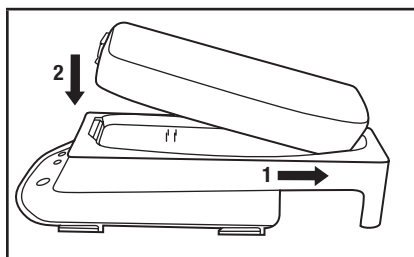

Fig. 8 – Inserción de la batería en la celda de carga
- Asegúrese que los contactos eléctricos de oro en la batería y el cargador estén limpios. Introduzca la batería en la Celda de carga 3M™ TR-640 al deslizar primero el extremo abisagrado de la batería. Empuje hacia abajo para colocar el extremo frontal en su lugar (Fig. 8). La carga comenzará.